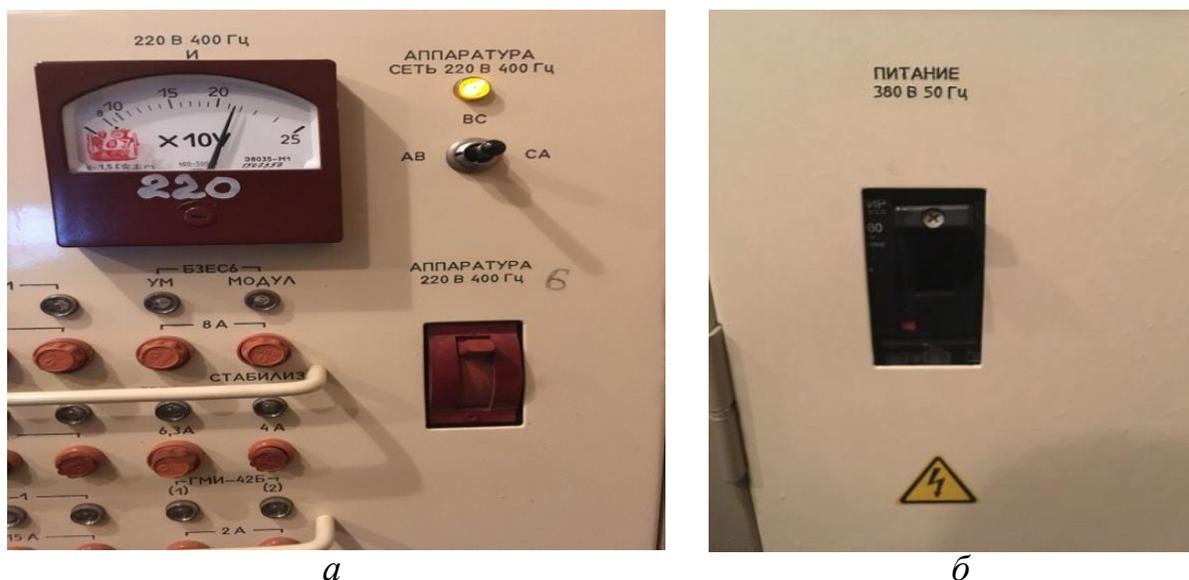

Рис. 5.14. Блок 278-131-01:
- на блоке 278-131-01 должны светиться индикаторы «СЕТЬ 380 В 50 Гц» и «АППАРАТУРА СЕТЬ 220 В 400 Гц», на блоке 255-131-03 должен светиться индикатор «СЕТЬ 380 В 50 Гц» (рис. 5.14, 5.15);